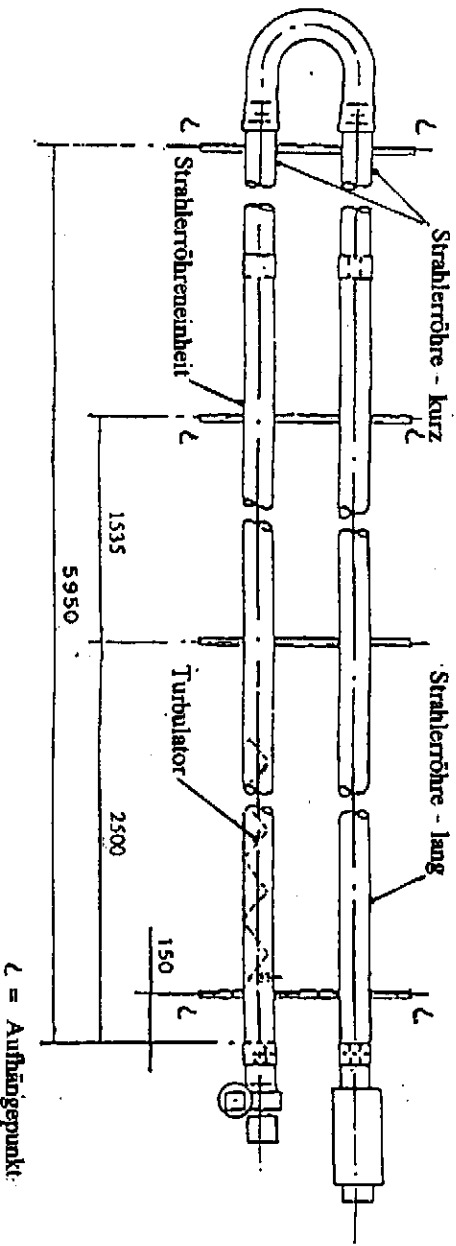

Abb. 16
- 4.2.2 Die drei Aufhängevorrichtungen unter Gebrauch von zwei U-Bohlen pro Vorrichtung (aus den Befestigungspaketen) an die Strahlerröhren montieren und entlang der Strahlerröhren wie in Abb. 16 unten gezeigt anbringen. Muttern ausreichend festdrehen um die Aufhängevorrichtungen zu halten. Nicht überdrehen.
4.3.1 Verpackung/Schutz von der Strahlerröhren (1 lange Röhre und 2 kurze Röhren) und Strahlerröhreneinheit entfernen und sicherstellen, daß sie innen klar sind. Verbinden Sie eine lange Röhre mit einer kurzen Röhre unter Gebrauch einer Torchte Kupplung. Stellen Sie sicher, daß die Röhren voll in der Kupplung eingesteckt sind (bis zum Stopper). Drehen Sie die Muttern der zweiten Torchte Kupplung fest, damit sie an den Röhren gesichert ist. Wiederholen Sie den obigen Vorgang um die Strahlerröhreneinheit mit der zweiten kurzen Röhre zu verbinden. Legen Sie die Strahlerröhreneinheiten auf Böcke so daß ein Mindestabstand von 150mm vom Fußboden mit den Torchte Kupplungsklemmen darunter entsteht. Platzieren Sie die Strahlerröhreneinheiten 305mm voneinander entfernt mit den Enden der kurzen Röhren (und Torchte Kupplung) in gleicher Linie (siehe Abb. 16).
4.3.3 Die vier Aufhängevorrichtungen unter Gebrauch von zwei U-Bolzen pro Vorrichtung (aus den Befestigungspaketen) an die Strahlerröhren montieren und entlang der Strahlerröhren wie in Abb. 16 unten gezeigt anbringen. Muttern ausreichend festdrehen um die Aufhängevorrichtungen zu halten. Nicht überdrehen.
- 4.3.8 Das Gerät sollte jetzt angehoben werden und wie im Abschnitt 3.1 dargestellt an den vorher angebrachten Ketten oder Fallstäben an den in Abb. 16 gezeigten Aufhängepunkten gehängt werden. Seil- oder Gewebeschlingen sollen benutzt werden, wenn man von oben her hochhebt. Beim Gebrauch eines Gabelstaplers, stellen Sie sicher, daß das Gerät vor dem Anheben auf den Gabeln balanciert ist.